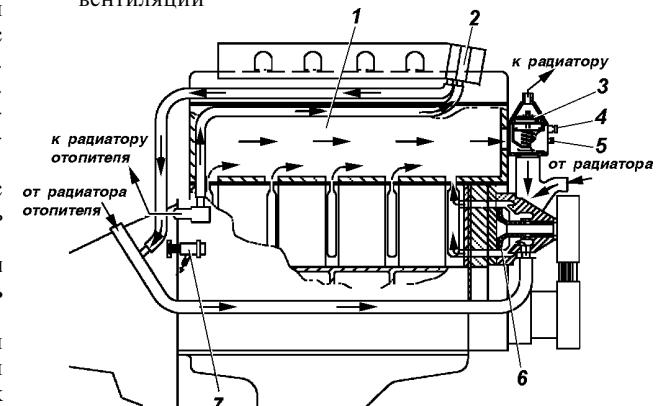

Рис. 4.10. Схема системы охлаждения двигателя:
**Система охлаждения двигателя** показана на рис. 4.10. В качестве охлаждающей жидкости применяется низкозамерзающая жидкость ОЖ-40 "Лена" или ТОСОЛ-A40M.